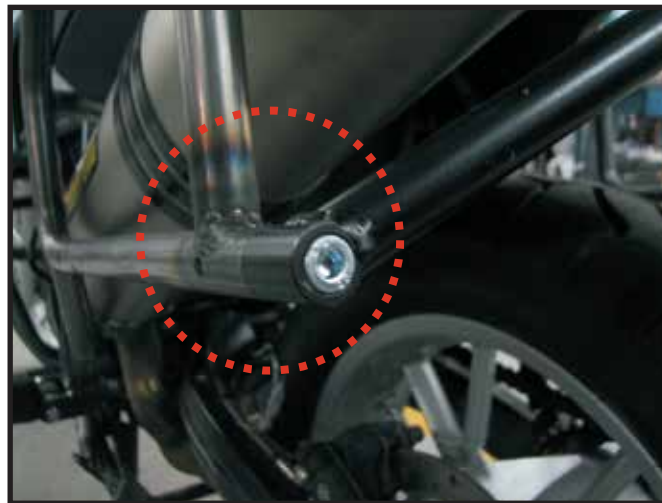

Imagen 5
- 7- Utilizando la Tornillería T4 fijar el tubo trasero a los dos aros según se muestra en la imagen 5.